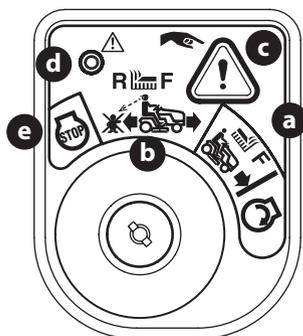

Figure 20
2. Déplacez la clé de la position de tonte normale (a) à la position mode de tonte en marche arrière (b) (Figure 20).
3. Appuyez sur le BOUTON-POUSOIR DE MARCHÉ ARRIÈRE (bouton triangulaire orange) (c) dans le coin supérieur droit du module d'allumage. Le témoin lumineux rouge dans le coin supérieur gauche s'allume quand la marche arrière est embrayée (Figure 20).